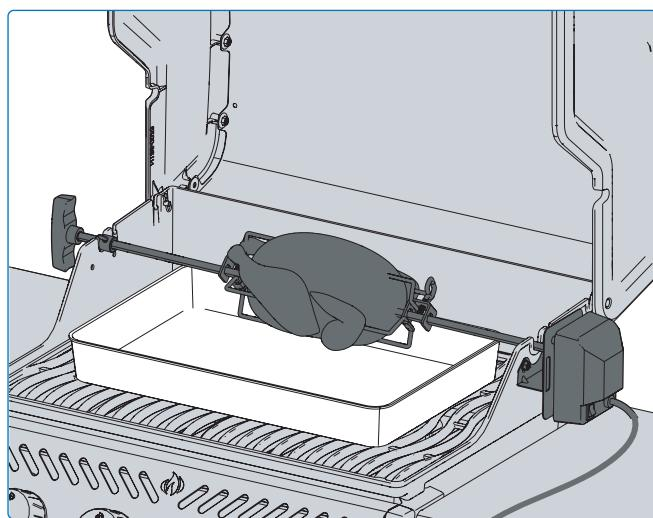

Abb. 15
- Stellen Sie sicher, dass Sie immer eine gleichmäßig ausbalancierte Last auf Ihrem Drehspieß (**Abb. 15**) platzieren.